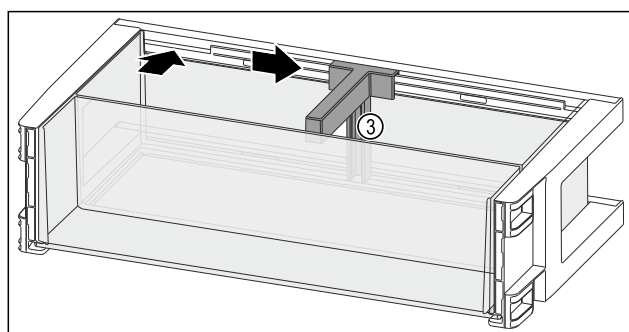

Fig. 115
- Inserire il fermabottiglie Fig. 115 (3) nell'incavo.
- Fare scorrere il fermabottiglie Fig. 115 (3) lateralmente alla posizione desiderata.